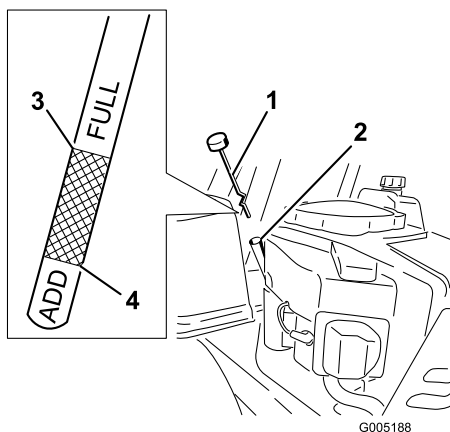

Figure 28
4. Dévissez et retirez la jauge et essuyez-la sur un chiffon (Figure 28). Réintroduisez la jauge dans le tube jusqu'à ce que le capuchon repose sur le tube. Ne vissez pas le capuchon sur le tube.
8. Enlevez le bouchon de remplissage/la jauge (Figure 28).
14. Versez avec précaution environ 80% de la quantité d'huile spécifiée dans le goulot de remplissage (Figure 28)
15. Remettez le bouchon de remplissage/la jauge en place (Figure 28).
16. Vérifiez le niveau d'huile (Figure 28) (voir Contrôle du niveau d'huile).
18. Remettez le bouchon de remplissage/la jauge et serrez à fond (Figure 28).